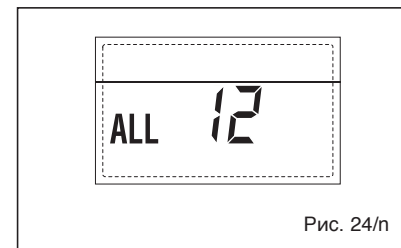

Рис. 24/н
– СРАБАТЫВАНИЕ ПРЕДОХРАНИТЕЛЬНОГО ТЕРМОСТАТА ПЕРВОЙ СМЕШАННОЙ ЗОНЫ “ТРЕВ 20” (рис. 24/р)